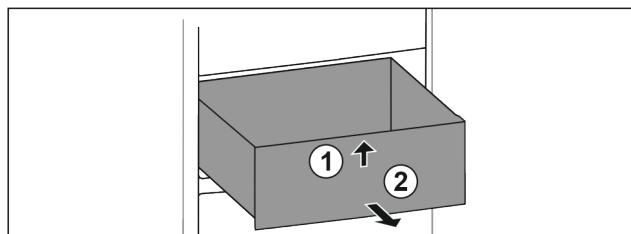

Fig. 16
- ▶ Vpředu nadzvedněte Fig. 16 (1).
- ▶ Odeberte směrem dopředu Fig. 16 (2).